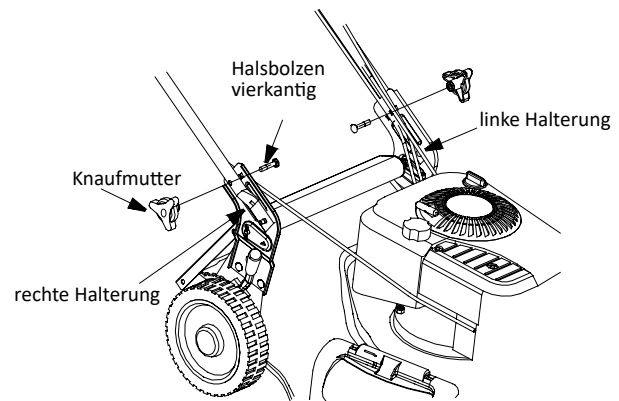

Abb.16
- Den unteren Griff nach oben und unten um die Stange der hinteren Abdeckung bewegen, um die Höhe einzustellen. Siehe Abb. 16.